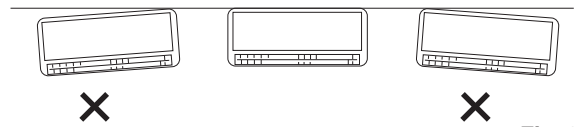

Fig. 3-3
(3) Vuelva a realizar una comprobación con un nivel de carpintero o cinta para medir para verificar que el panel se encuentra nivelado. Este es un paso importante a la hora de instalar la unidad de forma correcta. (Fig. 3-3)